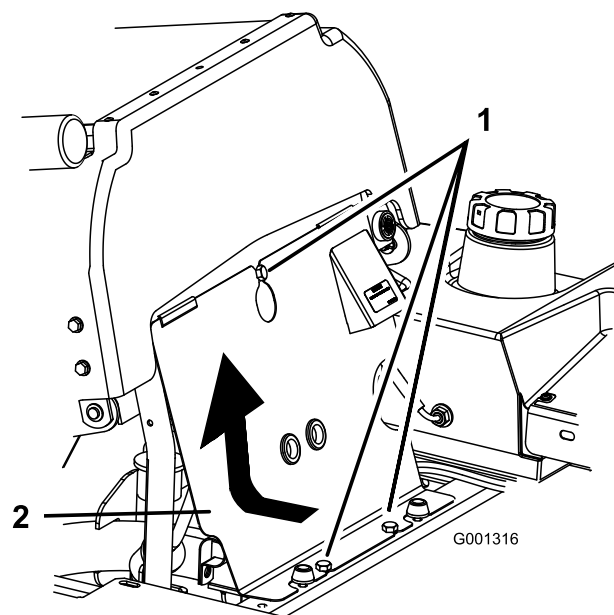

Figura 37
1. Inclinate il sedile in avanti, allentate i bulloni e toglie il pannello anteriore del motore (Figura 37).